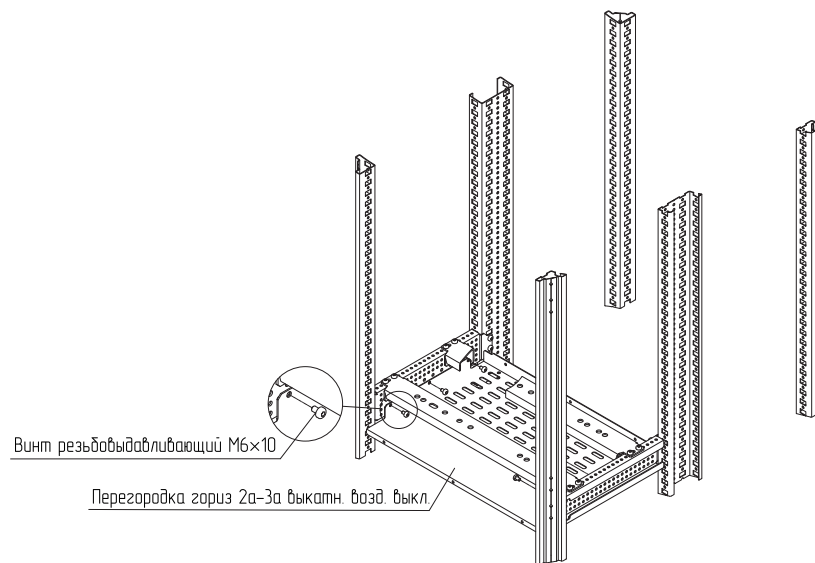

Рисунок 2
4.1.2 Установить перегородку горизонтальную 2а – 3а выкатную воздушного выключателя (далее – перегородку горизонтальную) под комплект установочный ARMAT ACB (рисунок 2).